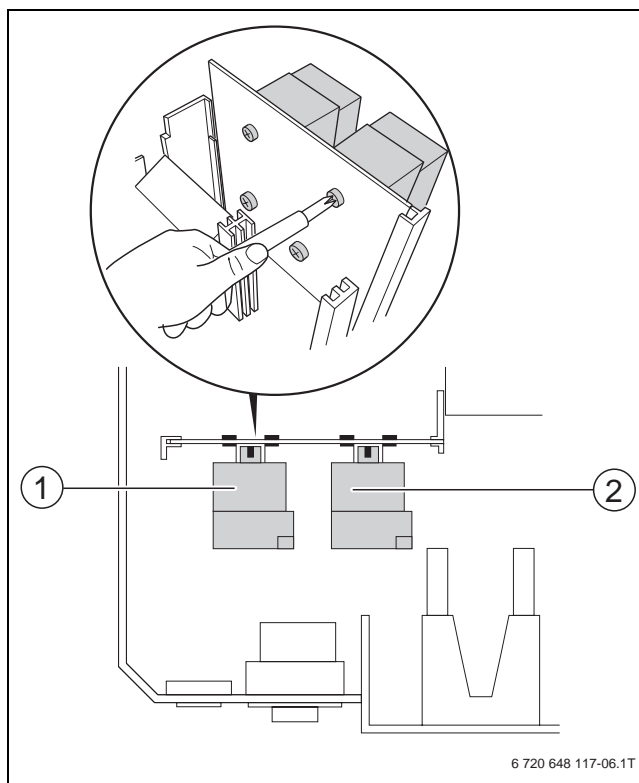

Fig. 8 Deșurubarea termostatului
- ▶ Desfaceți șuruburile de pe regulatorul de control al temperaturii apei din cazan (TW) al sistemului logic al pompei (→ Fig. 8, [2], pagina 10).